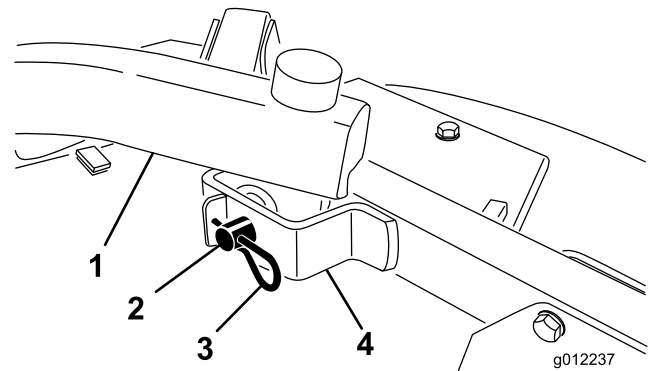

**Figura 25**
2. Retire el perno y la arandela del extremo superior de ambas varillas de ajuste de la altura de corte (Figura 25).
3. Retire el pasador de horquilla y la chaveta que fijan el collar de ajuste de la altura de corte a la varilla de ajuste de la altura de corte en la parte trasera de la unidad de corte (Figura 25). Retire el collar de ajuste de la altura de corte.